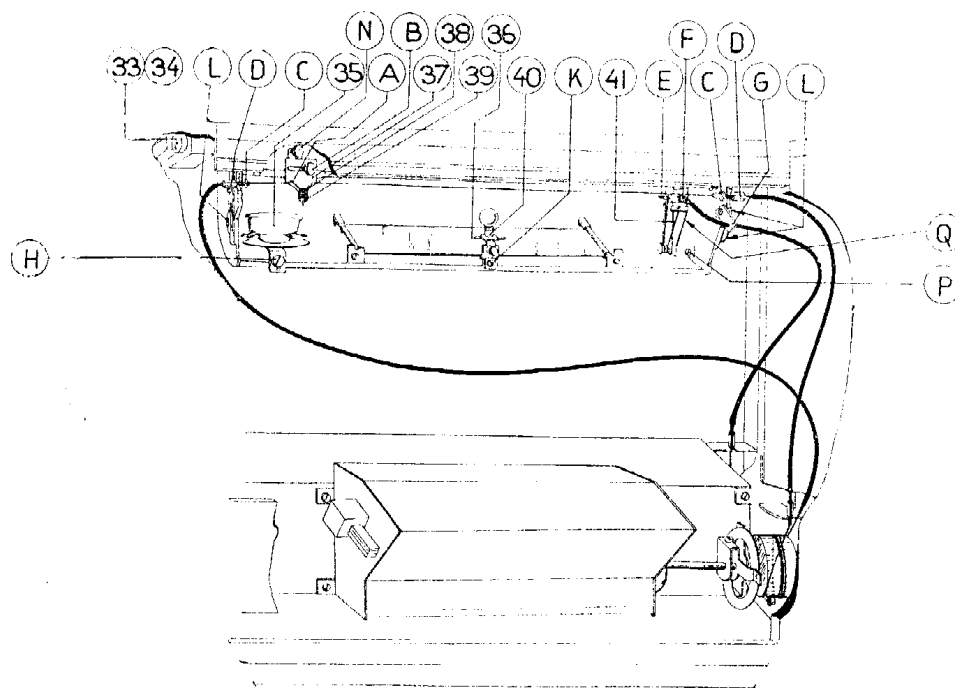
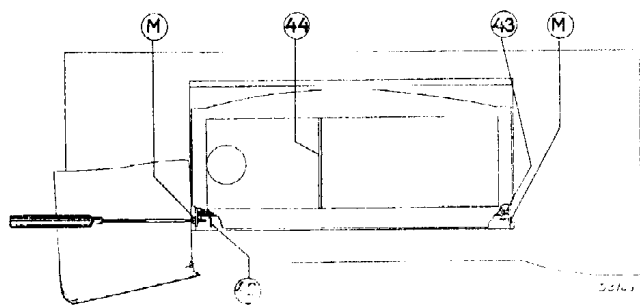

Fig. 7
Fig. 8
Le déboîtage du châssis (voir fig. 7).
5. La position exacte des cables d'entraînement est indiquée dans la fig. 7. Pour la capacité minimum du condensateur il faut que la vis de fixation dans le galet d'entraînement se trouve vers le bas, tandis que l'indicateur sur le cadran des noms de stations se trouve également sur minimum.
2. Dévisser d'un tour les petits boulons L (fig. 7) et repousser le cadran par sa partie avant jusqu'à ce que les 2 vis M (fig. 8) sur les dessus de l'appareil, apparaissent.
1. Dévisser la vis moletée N (fig. 7). L'aiguille et son petit étrier de serrage sont ainsi libérés et peuvent être sortis du cadran.
Celui-ci est fourni d'un seul ensemble. Après avoir dévissé les vis P et Q (fig. 7), on peut accéder facilement à cet ensemble et on peut transférer facilement les câbles à coulisse vers le nouvel indicateur. Lorsque les flèches lumineuses sur le cadran au moment de commuter sur une autre gamme d'ondes, restent partiellement masquée; il convient de vérifier s'il n'y a pas de pli dans le câble à coulisse.